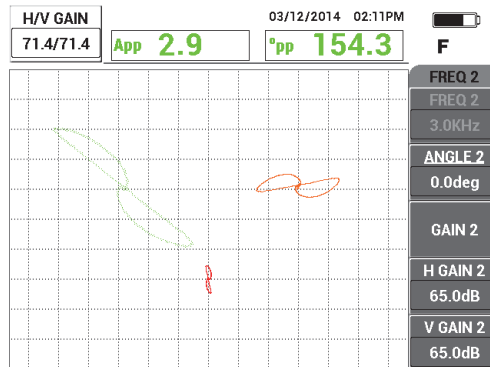

図 5-137 周波数 1 のゲインの調整
- ゲインキー (**dB**) を押し、ホールの信号が画面の高さおよそ 4 区分の位置に達するまで周波数 1 のゲインを上げます (226 ページの図 5-137 を参照)。